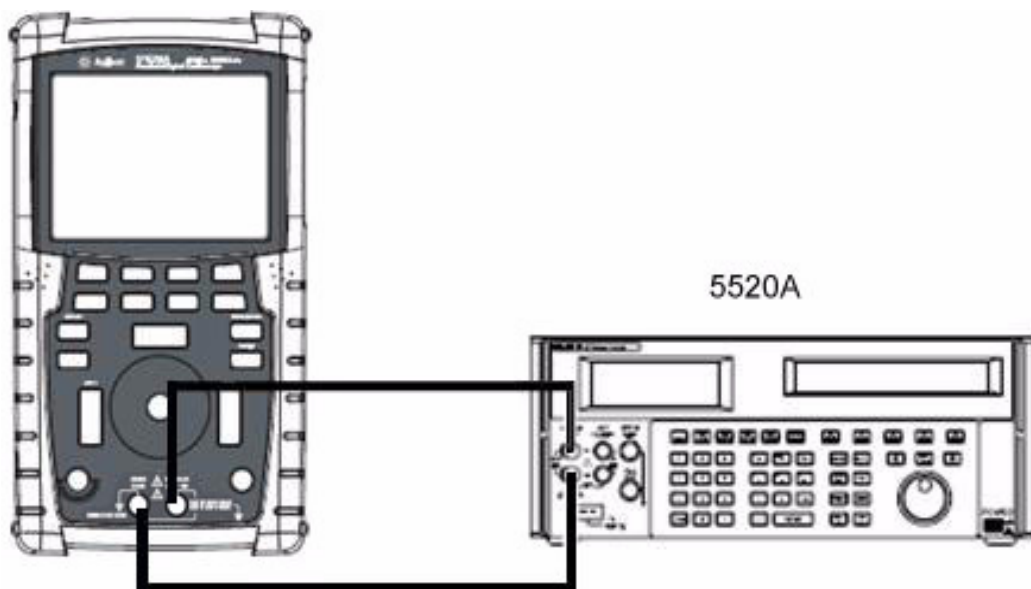

図7-2 キャリブレーションから測定器へのテスト接続
- 4 キャリブレータをバナナ・プラグを使って測定器の入力とグラウンド端子に図7-2のように接続します。
- 4 キャリブレータをバナナ・プラグを使って測定器の入力とグランド端子に図7-2のように接続します。
- 4 キャリブレーションをバナナ・プラグを使って測定器の入力とグランド端子に図7-2のように接続します。